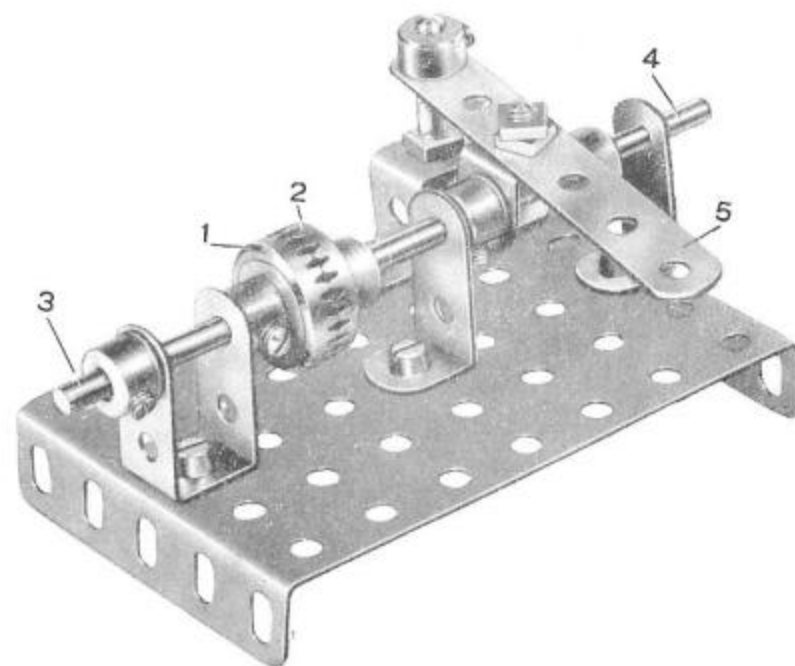

Fig. 17
Il sistema di frizione (fig. 17) è costituito da due corone dentate da 25 denti (1) e (2) montate alle estremità di due semiassi (3) e (4) in modo da rendere possibile l'innesto frontale dei loro denti.